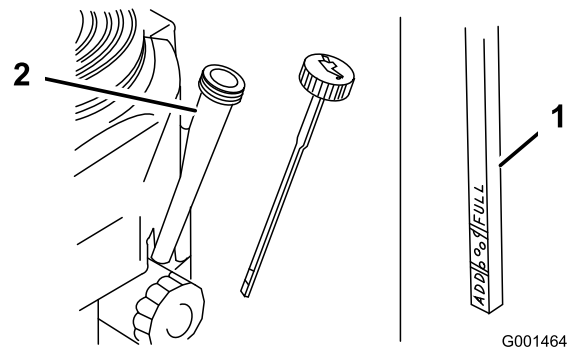

Figura 23
4. Pulite attorno all'asta di livello (Figura 23) in modo che la morchia non possa penetrare nel foro di rifornimento e danneggiare il motore.
5. Svitare l'asta di livello dell'olio e pulitene l'estremità (Figura 23).
6. Inserite a fondo l'asta di livello nel tubo di rifornimento, senza avvitare (Figura 23).
8. Versate lentamente nel tubo di rifornimento (Figura 23) l'80% circa dell'olio indicato.